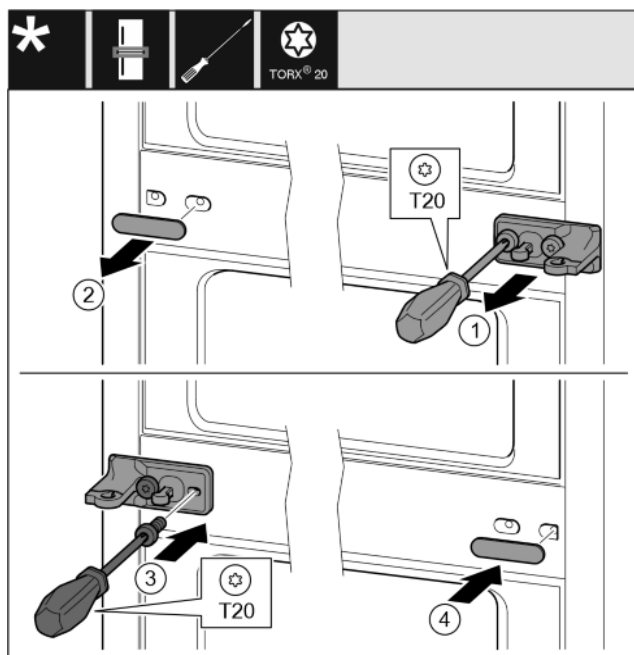

Fig. 26
- Snemite šipo. Fig. 26 (1)
- Izvijte vijake z izvijačem T20. Fig. 26 (2)
- Previdno snemite pokrov. Fig. 26 (3)
- Ležajni podstavek s folijo, obrnjen za 180°, na drugi strani trdno privijte. Fig. 26 (4)
- Pokrov, obrnjen za 180°, namestite na drugi strani. Fig. 26 (5)
- Šipo potisnite gor od spredaj. Fig. 26 (6)